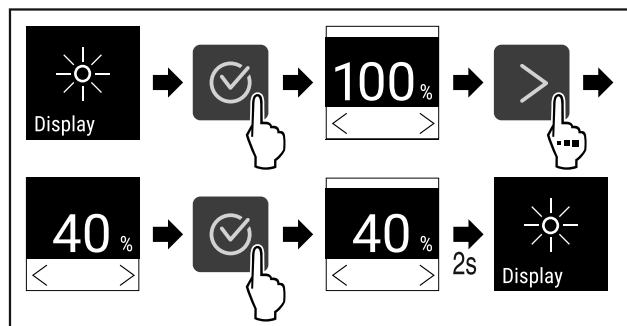

Fig. 78
- ▶ Hajtsa végre a művelet lépéseit (lásd Fig. 78) .